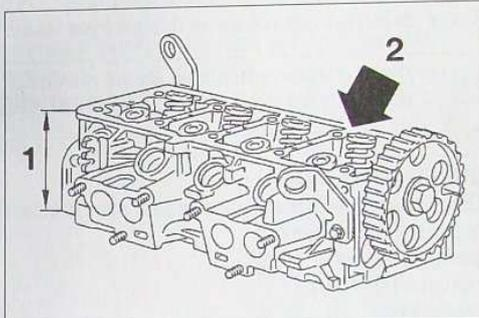

FIG.1
Culasse en alliage d'aluminium avec chambres de combustion bi-hémisphériques. Sièges et guides de soupapes rapportés. Paliers d'arbre à cames usinés directement dans la culasse. Le centrage de la culasse sur le bloc-cylindres est assuré par 2 douilles. Hauteur nominale (1) (Fig.1) : 111,2 ± 0,08 mm. Défaut maxi. de planéité : 0,05 mm avec libre rotation de l'arbre à cames. Rectification maxi du plan de joint : 0,2 mm.
Les culasses rectifiées en usine (échange standard) reçoivent l'inscription "R" côté échappement (2) (Fig.1).